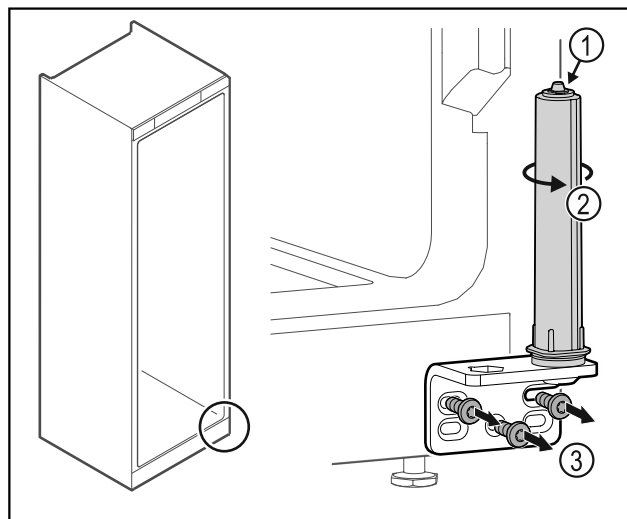

Fig. 39
- ▶ Ärge võtke ukseelukustussüsteemi lahti Fig. 39 (1).
- ▶ Keerake sulgemissüsteemi Fig. 39 (2), kuni see klõpsub.
- ▶ Kruvige šarniirnergik Fig. 39 (3) maha.